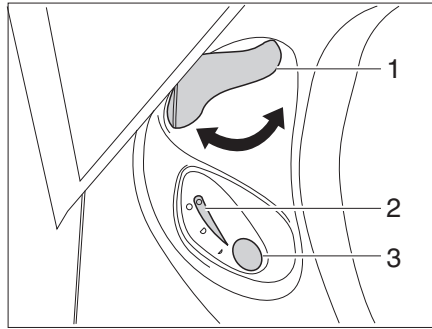

Bild 355 Bedieneinheit Thetford-Toilette
- Vor dem Spülen den Schieber der Thetford-Toilette öffnen. Dazu den Schieberhebel (Bild 355,1) entgegen dem Uhrzeigersinn drehen.
- Zum Spülen den blauen Spülknopf (Bild 355,3) drücken.
- Nach dem Spülen den Schieber schließen. Dazu den Schieberhebel (Bild 355,1) im Uhrzeigersinn drehen.
Die Kontroll-Leuchte (Bild 355,2) leuchtet, wenn die Thetford-Kassette entleert werden muss.
- Den Schieberhebel (Bild 355,1) im Uhrzeigersinn drehen. Der Schieber wird geschlossen. Zum Entleeren **muss** in der Thetford-Toilette der Schieber geschlossen sein.